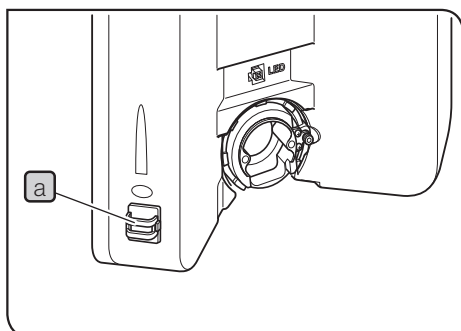

Fig. 44
3 Colocar o casquilho da lâmpada de halógeno (fig. 44)
Instalar o adaptador U-LS30ADP LS30 (fig. 44)
- 4 Passe o cabo da lâmpada através do respectivo suporte **a** (fig. 44).